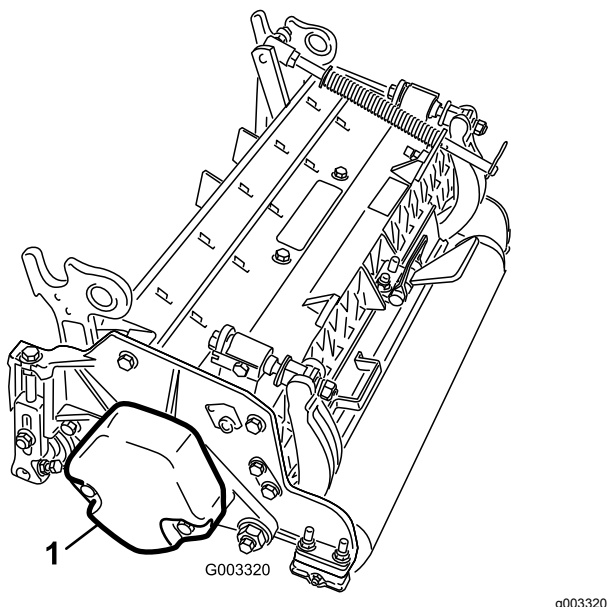

Рисунок 9
5. Убедитесь, что противовес (**Рисунок 9**) установлен с соответствующего конца режущего блока, как описано в *Руководстве по эксплуатации* режущего блока.